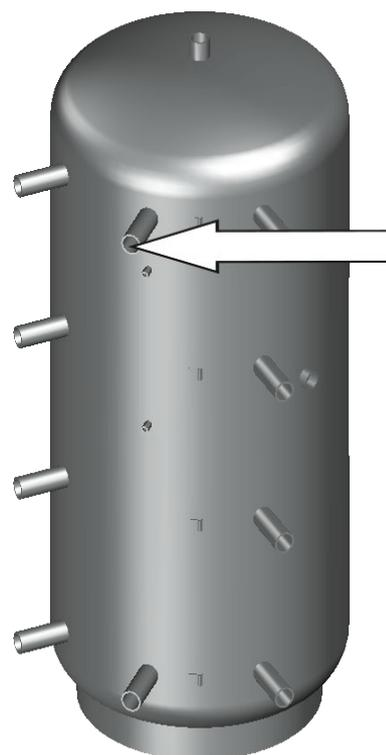
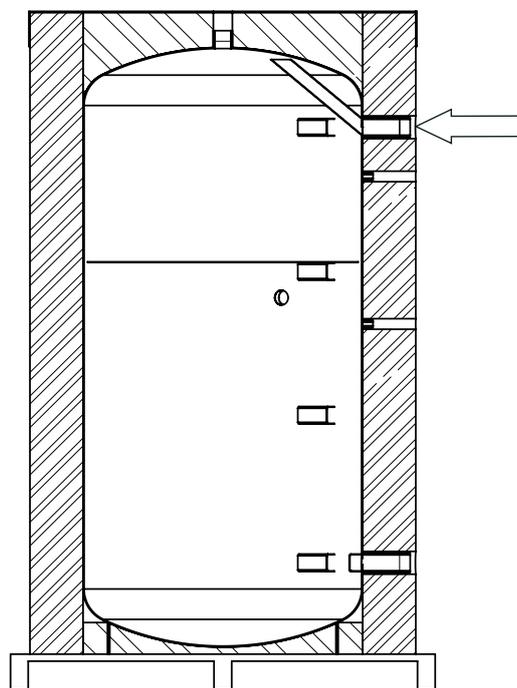

Fig. 15 - Accumulatore tampone raccordo mandata circuito d'accumulo
Fig. 16 - Accumulatore tampone struttura interna
- Durante il funzionamento della postazione per acqua dolce con gli accumulatori tampone Oventrop della serie "Hydrocor HP", collegare la linea d'alimentazione "circuito d'accumulo mandata" al bocchettone di raccordo contrassegnato con una freccia in Fig. 15 e Fig. 16.